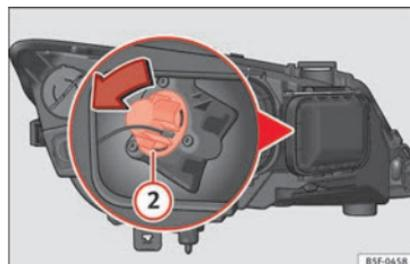

Fig. 209 Lampadina dell'indicatore di direzione.
- Ruotare il portalampada »» fig. 209 ② verso sinistra e tirare.